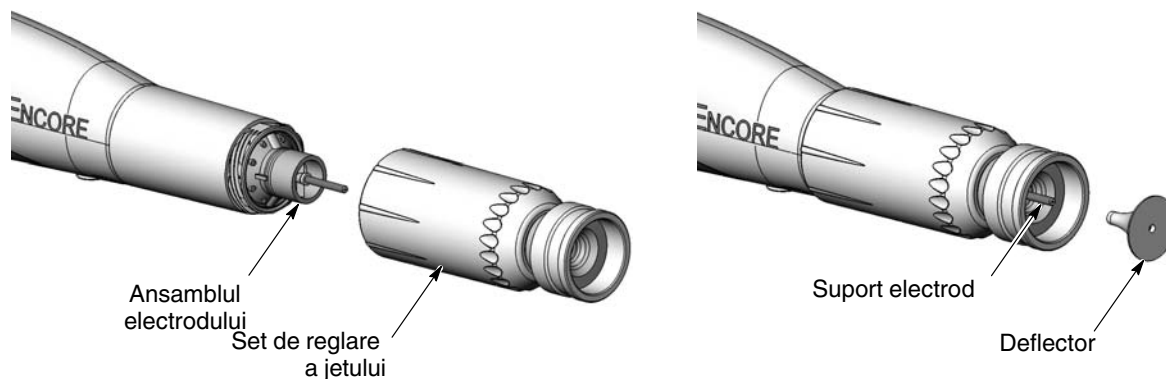

Figura 4-9 Montarea setului de reglare a jetului
3. Vezi Figura 4-9. Montați duza conică integrată pe ansamblul electrodului și înșurubați piulița duzei în sensul acelor de ceasornic atât cât poate fi strânsă cu mâna